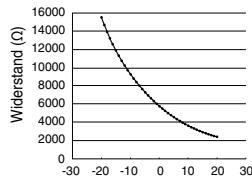

Abbildung 4.1: Kennlinie des Speichertemperaturfühlers
- Der Temperaturfühler des Warmwasserspeichers muss ein Heißleiter sein. Abbildung 4.1 zeigt die Kennlinie des Fühlers. Das Kabel sollte ein $(2 \times \min. 0,3 \text{ mm}^2)$ doppelt isoliertes (mit einem Isoliervermögen von min. 30 V) PVC- oder Polychloropropen-ummanteltes Kabel sein.